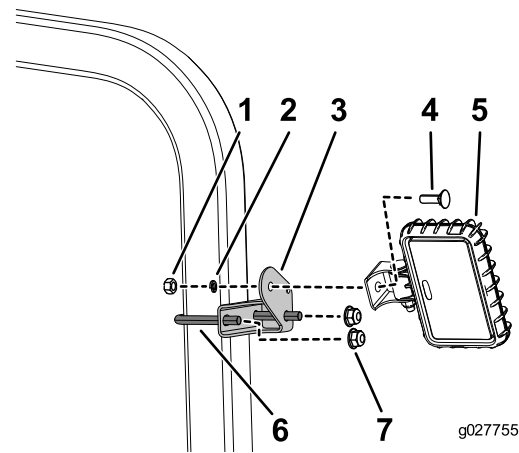

Figura 1
1. Instale um suporte em cada lado do ROPS utilizando uma cavilha em U e duas porcas como se mostra na Figura 1.
2. Instale o conjunto de luzes como se mostra na Figura 1.
3. Prenda a cablagem próximo dos conjuntos das luzes com as duas braçadeiras de cabos (18 cm) no furo disponível do suporte das luzes (Figura 1).